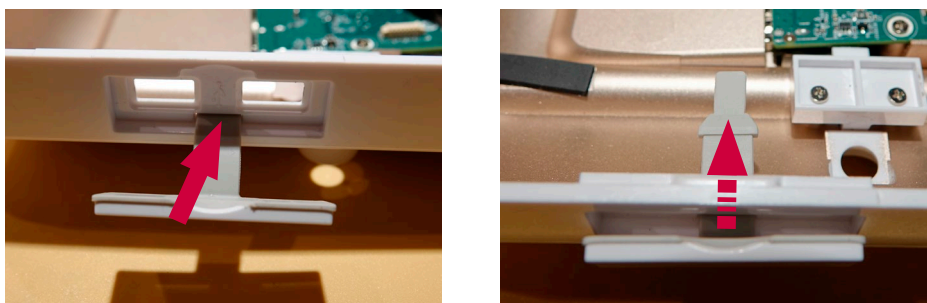

Figura 31: Instalación de una nueva tapa USB
- b) **Inserte la nueva tapa USB desde el exterior de la carcasa. Presione suavemente la junta flexible hasta colocarla en su posición con un destornillador plano, teniendo cuidado de no dañar la goma (Figura 31)**